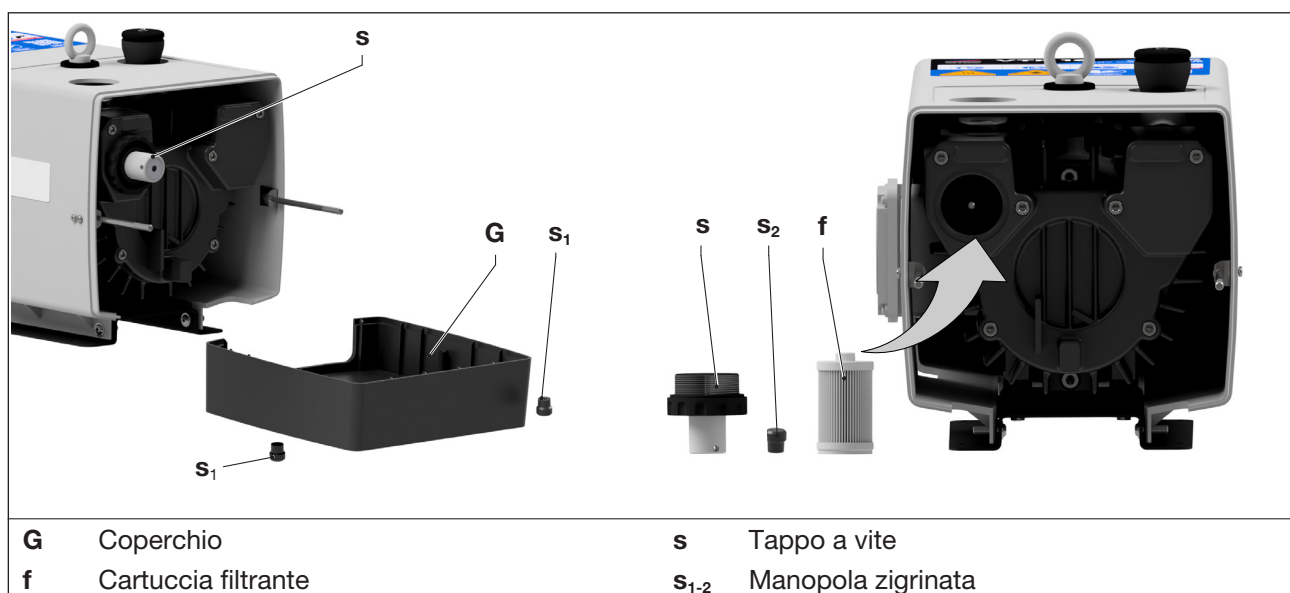

Fig. 4 Cambiare il filtro dell'aria
La cartuccia filtrante (Fig. 4/f) deve essere pulita soffiandola ogni mese o più spesso, a seconda del livello di contaminazione o sostituita. Nonostante la pulizia, la capacità filtrante del filtro diminuisce col tempo. Occorre quindi sostituirlo ogni sei mesi.
- Rimuovere il coperchio (Fig. 4/G) dopo aver allentato le manopole zigrinate (Fig. 4/s₁).
- Allentare e rimuovere il tappo a vite (Fig. 4/s) e la manopola zigrinata (Fig. 4/s₂).
- Estrarre la cartuccia filtrante (Fig. 4/f) e pulirla o sostituirla.
- Inserire la cartuccia filtrante (Fig. 4/f) nel raccordo di aspirazione e fissarla con la manopola zigrinata (Fig. 4/s₂) e il tappo a vite (Fig. 4/s). Serrare a mano la manopola zigrinata e il tappo a vite.
- Montare il coperchio (Fig. 4/G) con le manopole zigrinate (Fig. 4/s₁). Stringere la manopole zigrinate a mano.
- j) Montare il coperchio (Fig. 4/G) con le manopole zigrinate (Fig. 4/s.). Stringere la manopole zigrinate a mano.